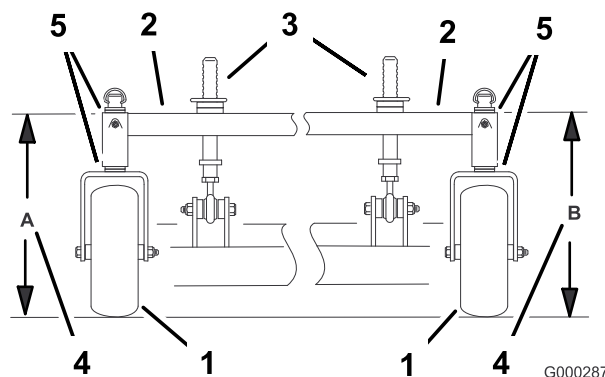

Figure 81
- Mesurez la hauteur du bâti porteur au point A (Figure 81).
- Mesurez la hauteur du bâti porteur au point B (Figure 81).